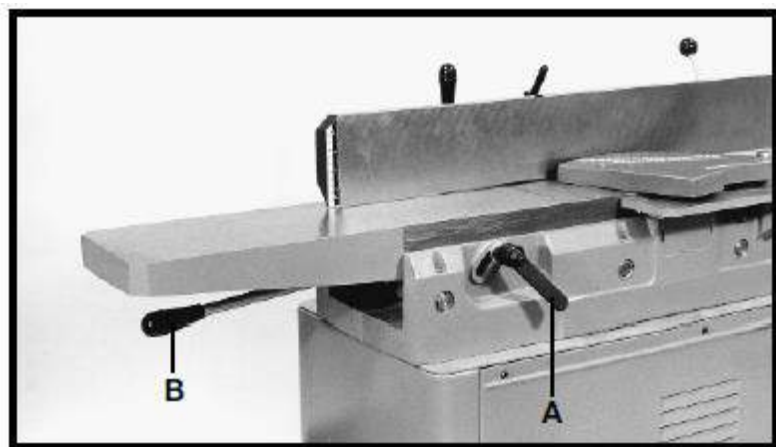
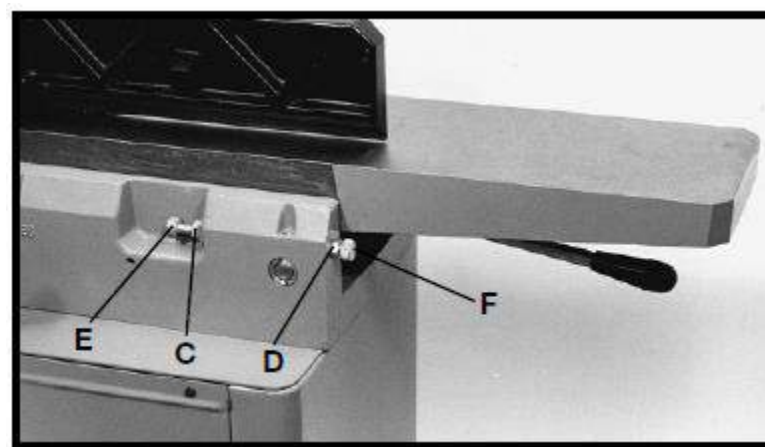

Рис. 18
Рис. 19
Выводной стол должен быть точно выровнен с ножами, когда ножи находятся в своей наивысшей точке вращения. Для перемещение выводного стола ослабить рукоятку фиксации стола (A), рис. 18, и переместить стол, поднимая и опуская рычаг (B) до тех пор, пока стол не будет на одном уровне с ножами. Может потребоваться ослабить две контргайки (C) и (D), рис. 19, и два регулировочных винта (E) и (F) при перемещении стола вверх или вниз. Когда выводной стол будет на одном уровне с ножами в своей наивысшей точке вращения, затянуть рукоятку фиксации стола (A), рис. 18, и вращать регулировочный винт (E), рис. 19, до упора. Затем затянуть контргайку (C). Винт (F) также является жёстким упором нижнего предела выводного стола. Предполагается, что данный упор также затягивается контргайкой (D), когда выводной стол устанавливается на одном уровне с ножами. Это предотвратит выводной стол от случайного опускания.